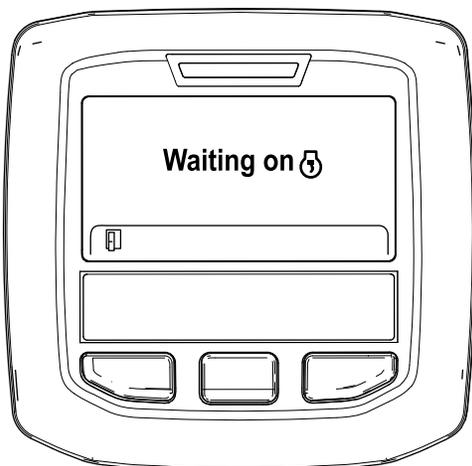

Рисунок 55
- В. Появится сообщение «Waiting on » («Ожидание») (Рисунок 55).